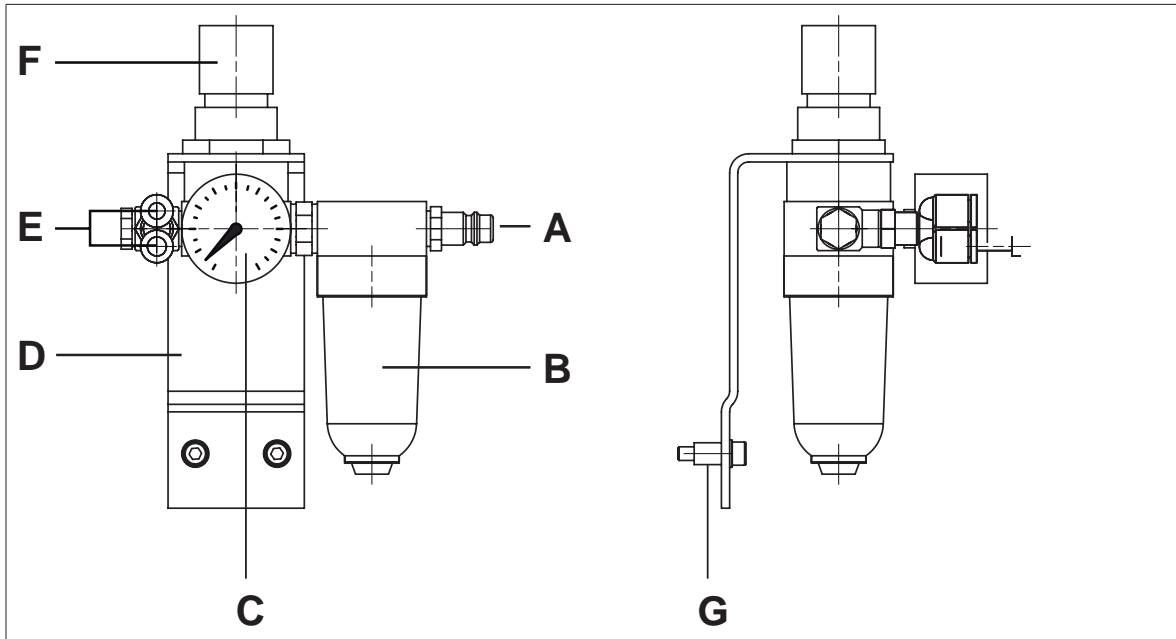

Bild 10.1.1/1: Sprühlufthanbausatz im Überblick
4. Verbinden Sie die Druckluftanschlüsse der beheizten Schläuche mit den Stecknippeln („E“ in Bild 10.1.1/1). Wird nur ein beheizter Schlauch angeschlossen, muß der freibleibende Stecknippel mit einem Blindstopfen verschlossen werden.
5. Verbinden Sie den Schnellverschluß der Druckluftzuleitung mit Nippel „A“ (siehe Bild 10.1.1/1).
Zur Einstellung des Arbeitsdruckes dient das Einstellrad „F“ (siehe Bild 10.1.1/1). Der Einstellbereich beträgt 0...3,5 bar.